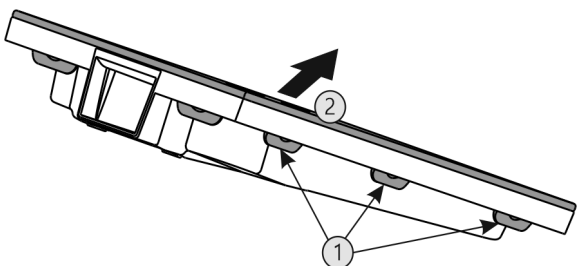

Fig. 31
- ▶ Stlačte za sebou všechny západky Fig. 31 (1) a sejměte kryt Fig. 31 (2).